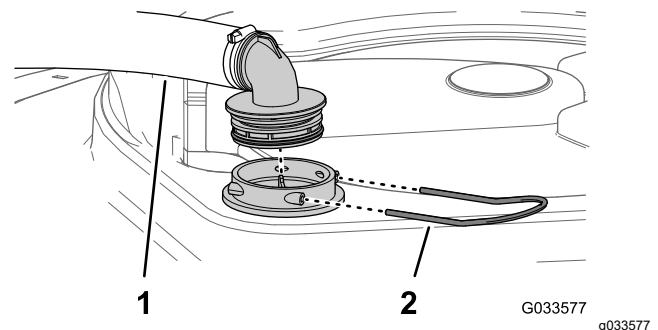

Figure 58
2. Au sommet de la cuve du pulvérisateur, retirez l'étrier de fixation qui fixe le raccord de flexible sur le grand flexible du logement du filtre (Figure 58).
3. Retirez le flexible et le raccord du logement du filtre (Figure 58).